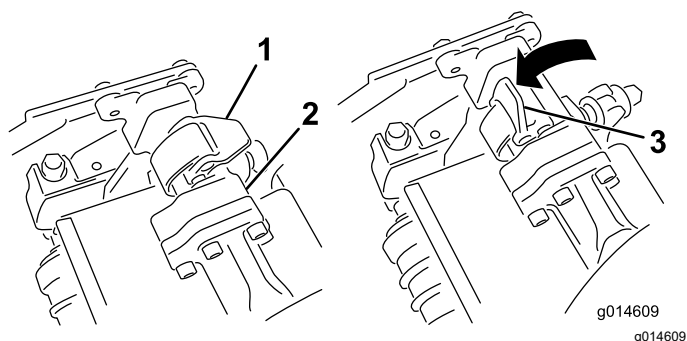
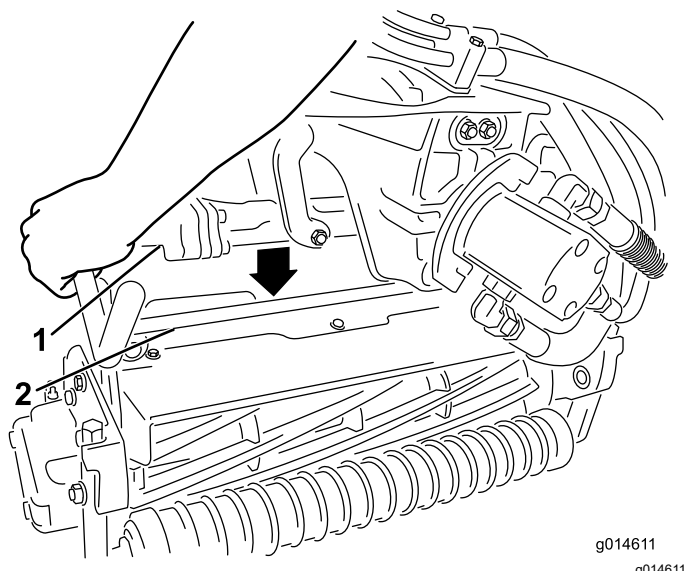

Figura 52
Figura 53
3. Con los enganches del brazo de suspensión orientados hacia arriba (es decir, abiertos (Figura 52)), empuje hacia abajo el brazo de suspensión de modo que la barra encaje en la barra situada en la parte superior de la unidad de corte (Figura 53).
4. Presione los enganches hacia abajo alrededor de la barra de la unidad de corte y bloquéelas (Figura 52).
4. Abra los enganches de la barra del brazo de suspensión de la unidad de corte que está retirando (Figura 52).